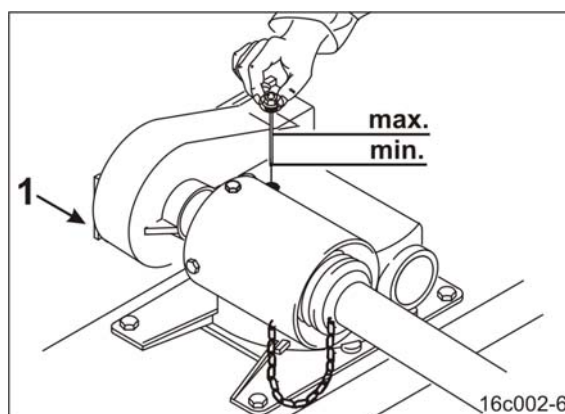

Fig. 177
2. Skru olieaftapningsskruen (Fig. 177/1) ud.